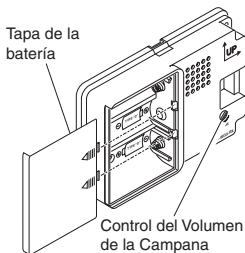
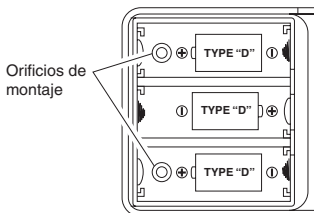

Figura 3
Figura 4
3. **Coloque las 3 pilas alcalinas "D".** Presione sobre las flechas impresas y deslice la tapa de la batería para retirarla (vea la Figura 3). Asegúrese de que estén correctamente colocadas (vea la Figura 4).
5. Ajuste del control del volumen. Regule el control de volumen al nivel deseado (vea la Figura 3).
- Coloque las baterías retiradas anteriormente. Asegúrese de que estén correctamente colocadas (vea la Figura 4).